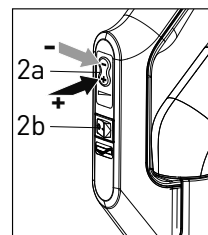
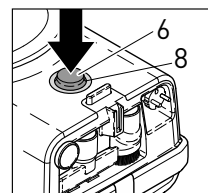

Figure 3
Figure 4
2. Attrapez la poignée du flexible (1) en plaçant votre pouce sur le bouton de commande de réglage de l'aspiration (#2a, figure 3).
4. Appuyez doucement sur le bouton marche/arrêt (6) avec votre main ou votre pied. Le voyant bleu (8) s'allumera indiquant que l'appareil est sous tension. La lumière de l'anneau en LED bleu (8) du bouton marche/arrêt (6) tourne plus rapidement au fur et à mesure que la puissance de l'aspirateur augmente (figure 4). Il atteint sa pleine puissance en quelques secondes seulement.
5. Appuyez sur (-) du bouton de commande de réglage de l'aspiration sur la poignée (#2a, figure 3) pour diminuer la puissance d'aspiration ou sur (+) pour augmenter la puissance d'aspiration. Vous pouvez appuyer plusieurs fois sur le bouton tactile ou le maintenir enfoncé régulièrement jusqu'à ce que vous atteigniez l'aspiration souhaitée.
6. Si vous maintenez le (-) appuyé, vous risquez de mettre l'aspirateur en mode veille. Le mode veille signifie que l'aspirateur est branché mais qu'il ne fonctionne pas. Vous remarquerez que lorsque l'aspirateur est en mode veille, la lumière bleue (8) autour du bouton marche/arrêt clignote.
8. Appuyez sur l'interrupteur du tournante à brosse (#2b, figure 3) sur la poignée D4 pour faire tourner le rouleau à brosse sur l'ET-1 tête motorisée en position marche ou arrêt.
9. **AVANT DE POURSUIVRE LE MONTAGE ET L'UTILISATION**, éteignez l'aspirateur à l'aide du bouton marche/arrêt situé sur le traîneau (6) ET débranchez-le de la prise murale.
1. Saisissez la prise et tirez le câble d'alimentation (21) hors de son logement (figure 3). Déroulez le câble de l'enrouleur sur au moins deux tiers de sa longueur soit environ 7,5 mètres. Ne tirez pas trop sur le câble. **NE BRANCHEZ PAS LE CÂBLE AVANT L'ÉTAPE 3 CI-DESSOUS.**
2. Attrapez la poignée du tuyau (1).
4. Appuyez doucement sur l'interrupteur d'alimentation principal sur la base du corps de l'aspirateur (6) avec votre pied ou votre main (figure 4). L'indicateur lumineux bleu (8) s'allumera, indiquant que l'appareil est en marche. Tournez le bouton d'alimentation (6), qui sert également de réglage de l'aspiration, pour augmenter ou diminuer jusqu'à l'aspiration souhaitée.
5. **AVANT DE POURSUIVRE LE MONTAGE ET L'UTILISATION**, éteignez l'aspirateur à l'aide du bouton marche/arrêt situé sur le traîneau (6) ET débranchez-le de la prise murale.